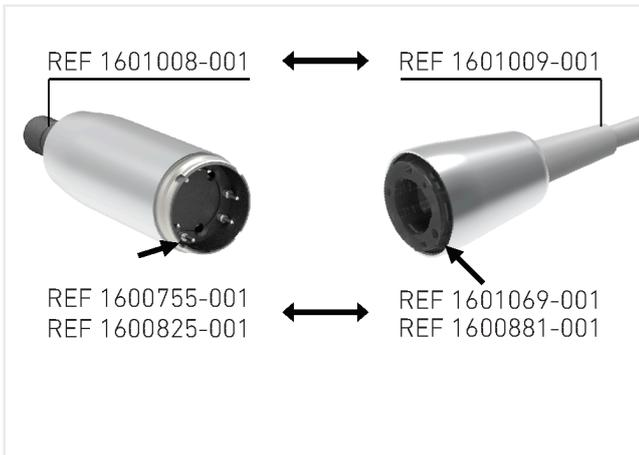

FIG. 2
- Os motores MOT MX-i REF 1600825-001 e MOT MX-i LED REF 1600755-001 são montados com o cabo de alimentação REF 1601069-001 e REF.1600881-001. FIG. 2.
- O motor MOT MX-i LED 3RD GEN REF 1601008-001 é montado com o cabo de alimentação REF 1601009-001, como descrito na FIG. 2. Verifique se a parte de trás do motor e o conector do cabo estão limpos e secos.
- Posicione o motor e o respetivo cabo conforme indicado na FIG. 2 (o localizador deve estar virado para o orifício). Rode-o para encontrar a posição exacta e empurre o motor para dentro. FIG. 3.